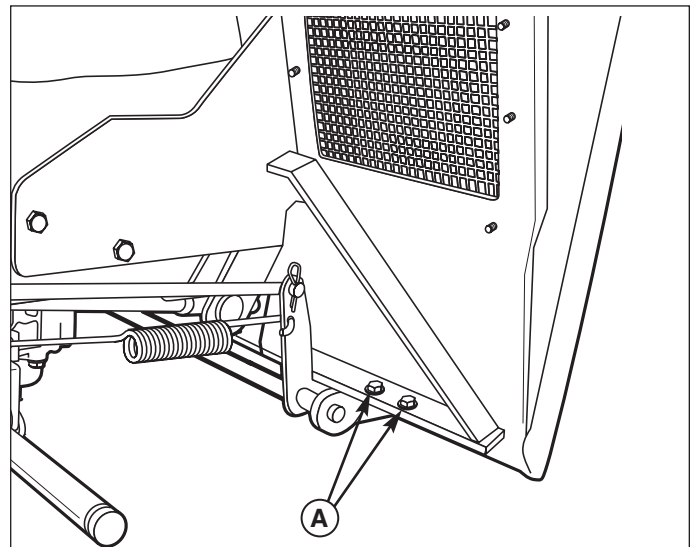

Figure 29. Puits de roue arrière gauche
1. Repérer les écrous de réglage (A, Figure 29) en dessous de l'avant des boulons de montage de la transmission (des deux côtés).
Si la trémie ne se verrouille pas lorsque le levier est poussé rapidement vers l'avant, il se peut que vous deviez régler l'intervalle du verrou. Desserrez les vis (A, Figure 29) et réglez la plaque selon les besoins.